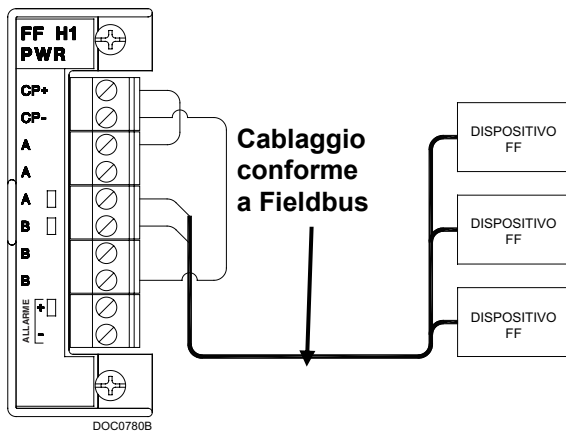
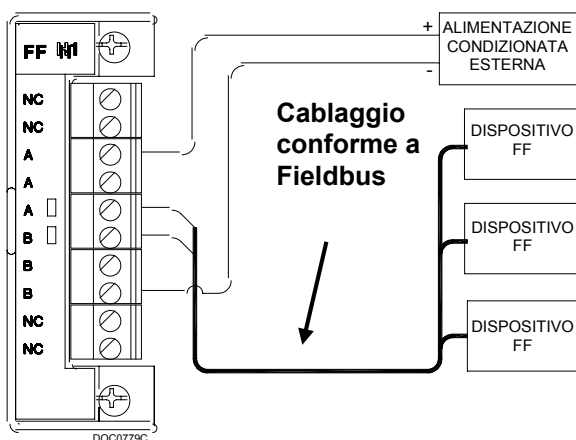

Figura 5. Cablaggio per il modulo H1 alimentato
Figura 6. Cablaggio per il modulo H1 non alimentato
3. Stringere la vite. Vedere la *Figura 5* o la *Figura 6*.
L'FFI supporta fino a quattro moduli di segmentazione H1 di due tipi. I moduli alimentati (vedere la *Figura 5*) forniscono un'alimentazione condizionata di massimo 125 mA.
Utilizzare moduli H1 non alimentati e un'alimentazione condizionata esterna approvata per Fieldbus (vedere la Figura 6) se non si è sicuri del consumo di corrente o del numero di dispositivi Fieldbus.